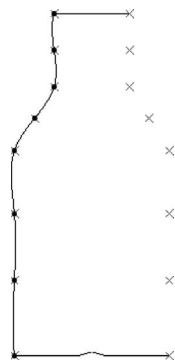

图 2-77 绘制一条样条曲线
STEP 03 在绘图区中，以上方直线的左端点为起点，从上到下依次单击鼠标左键，并以下方直线的左端点为终点，单击鼠标中键，创建一条样条曲线，如图 2-77 所示。